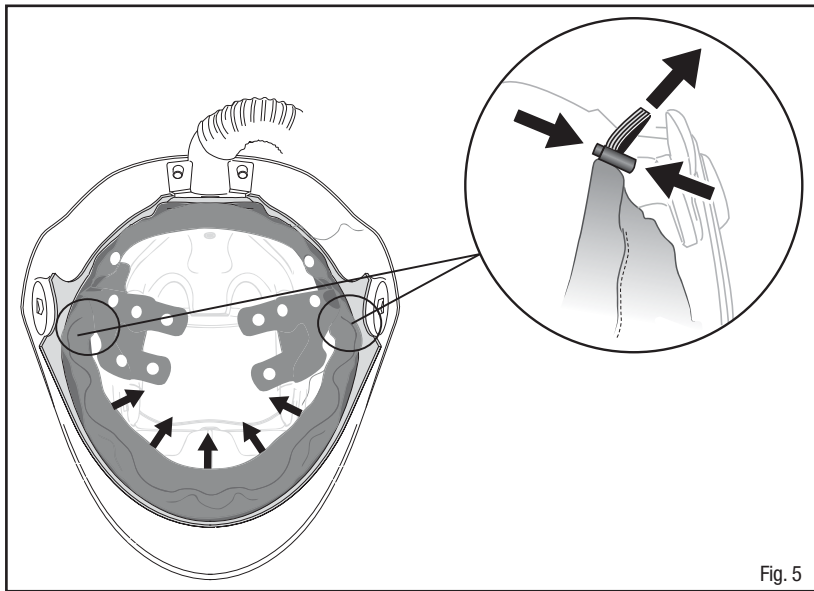

Fig. 5
5. Con la careta sobre la cabeza, tome el sello facial y jálelo sobre la barbilla y alrededor de la cara. Al presionar el clip de barril y jalar suavemente en cordel, ajuste el sello facial hasta lograr un ajuste cómodo (Fig. 5). No debe haber ningún espacio alrededor de la interfaz de cara y sello facial cuando el sello se ajusta de manera adecuada.